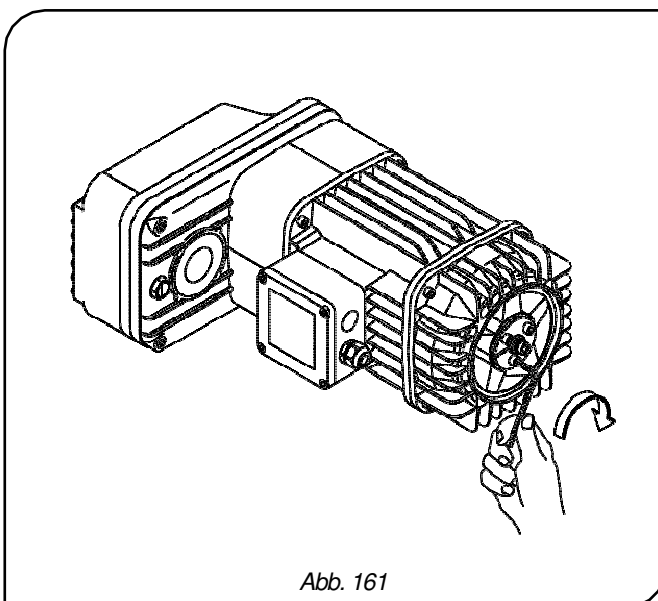

Abb. 161
6. Setzen Sie die drei Schrauben zurück an ihren ursprünglichen Platz am Verriegelungsring und schrauben Sie sie wieder am Bremsklotz fest (Abb. 161).